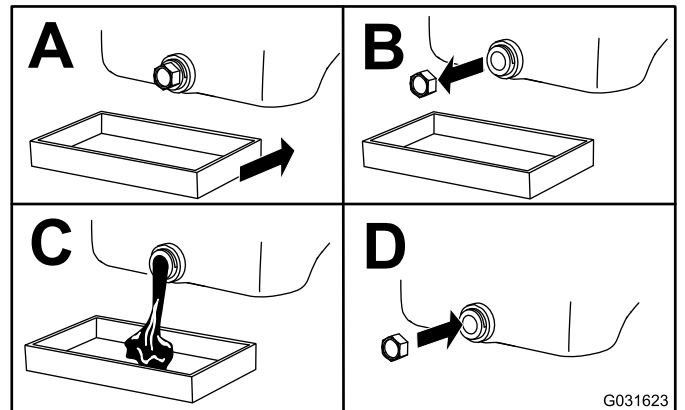

Bild 38
3. Wechseln Sie das Öl (Bild 38).